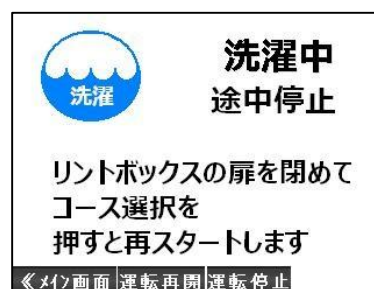

図 7-7
- ・ リントボックスのフタを閉めると途中停止画面が表示されます。その後、任意のコース選択スイッチを押すと再スタートします。(図 7-7)
乾燥工程中以外で途中停止した場合、画面下部にある **運転停止** を押すことで、機械を完全停止できます。(図 7-7、7-8)